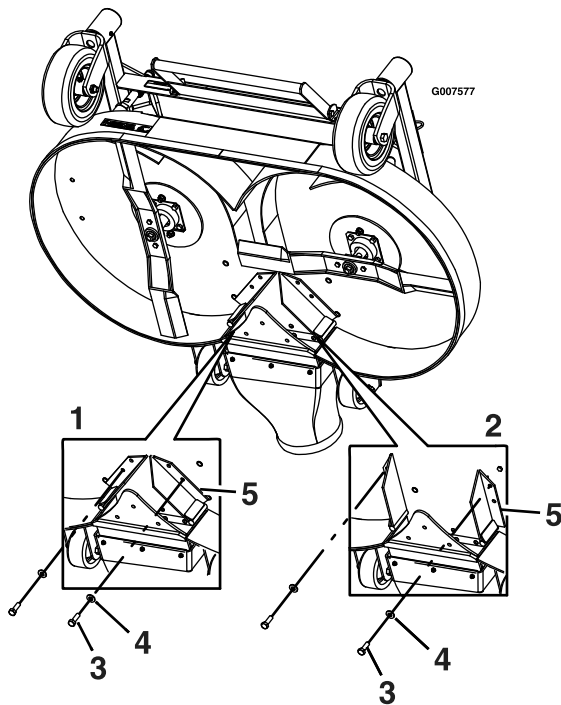

Figure 14
7. Retirez le boulon et la rondelle à l'avant de chaque déflecteur FRS (Figure 14).